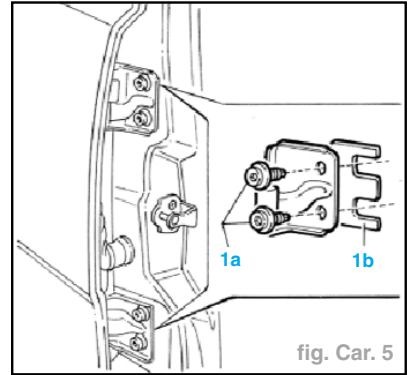

fig. Car. 5
- Desserrer les vis (1a) de fixation des charnières et interposer les cales appropriées (1b) (fig. Car. 5).